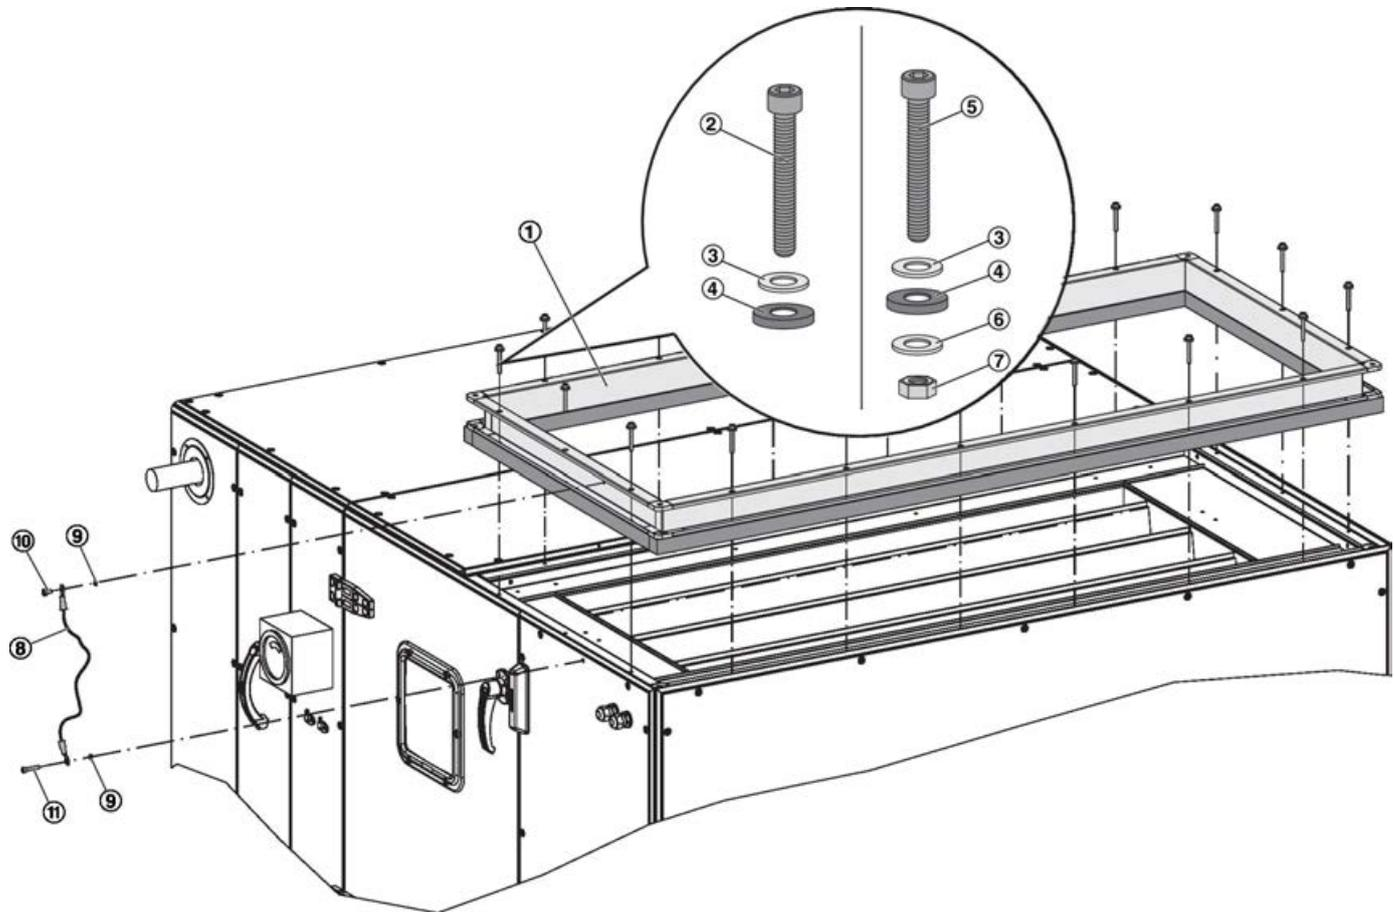

Abb. 17: Dämmstutzen montieren
⑩	Linsenkopfschraube M6 × 12	M852AC6
⑪	Zylinderkopfschraube M6 × 30	M852AC4
1. ▶ Dämmstutzen (Abb. 17 /1) mit Dichtung zum RLT-Gerät mit gewindefurchenden Schrauben (Abb. 17 /2) und Gummidichtringen (Abb. 17 /4) und Unterlegscheiben (Abb. 17 /3) befestigen.
Bei Montage an einer Jalousieklappe, den Dämmstutzen mit den im Lieferumfang enthaltenen Zylinderkopfschrauben (Abb. 17 /5) mit Gummidichtringen (Abb. 17 /4), Unterlegscheiben (Abb. 17 /3 und 6) und Muttern (Abb. 17 /7) befestigen.
2. ▶ Die 1. Öse des Erdungskabels (Abb. 17 /8) mit einer Linsenkopfschraube M6 × 12 (Abb. 17 /10) und Fächerscheibe (Abb. 17 /9) am Dämmstutzen befestigen.
3. ▶ Die 2. Öse des Erdungskabels mit Zylinderkopfschraube M6 × 30 (Abb. 17 /11) und Fächerscheibe durch das Panelblech am Gestell des RLT-Gerätes befestigen.